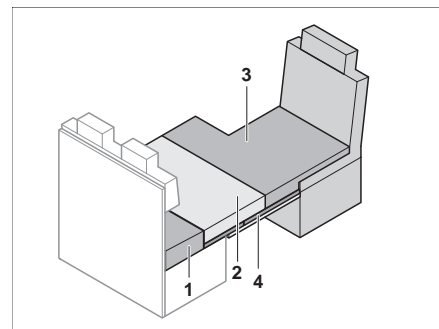

Fig. 146 Dopo la trasformazione
- Posizionare il cuscino aggiuntivo (Fig. 146,3) sul sedile del conducente.
- Collocare i cuscini del divano (Fig. 146,2) sulla base del letto extra.